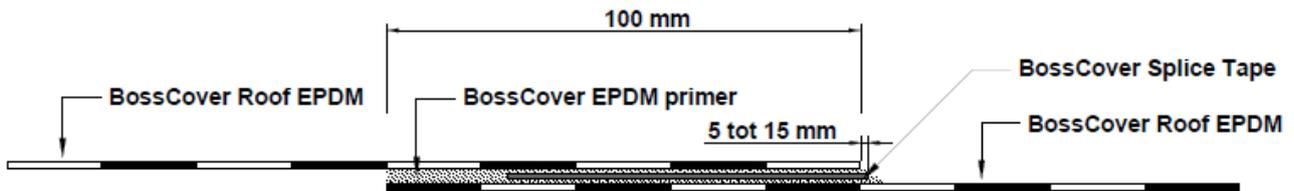

Fig. 6 – Recouvrement des lés (longitudinal/transversal)
4.2.4 Recouvrement des lés (Fig. 6)